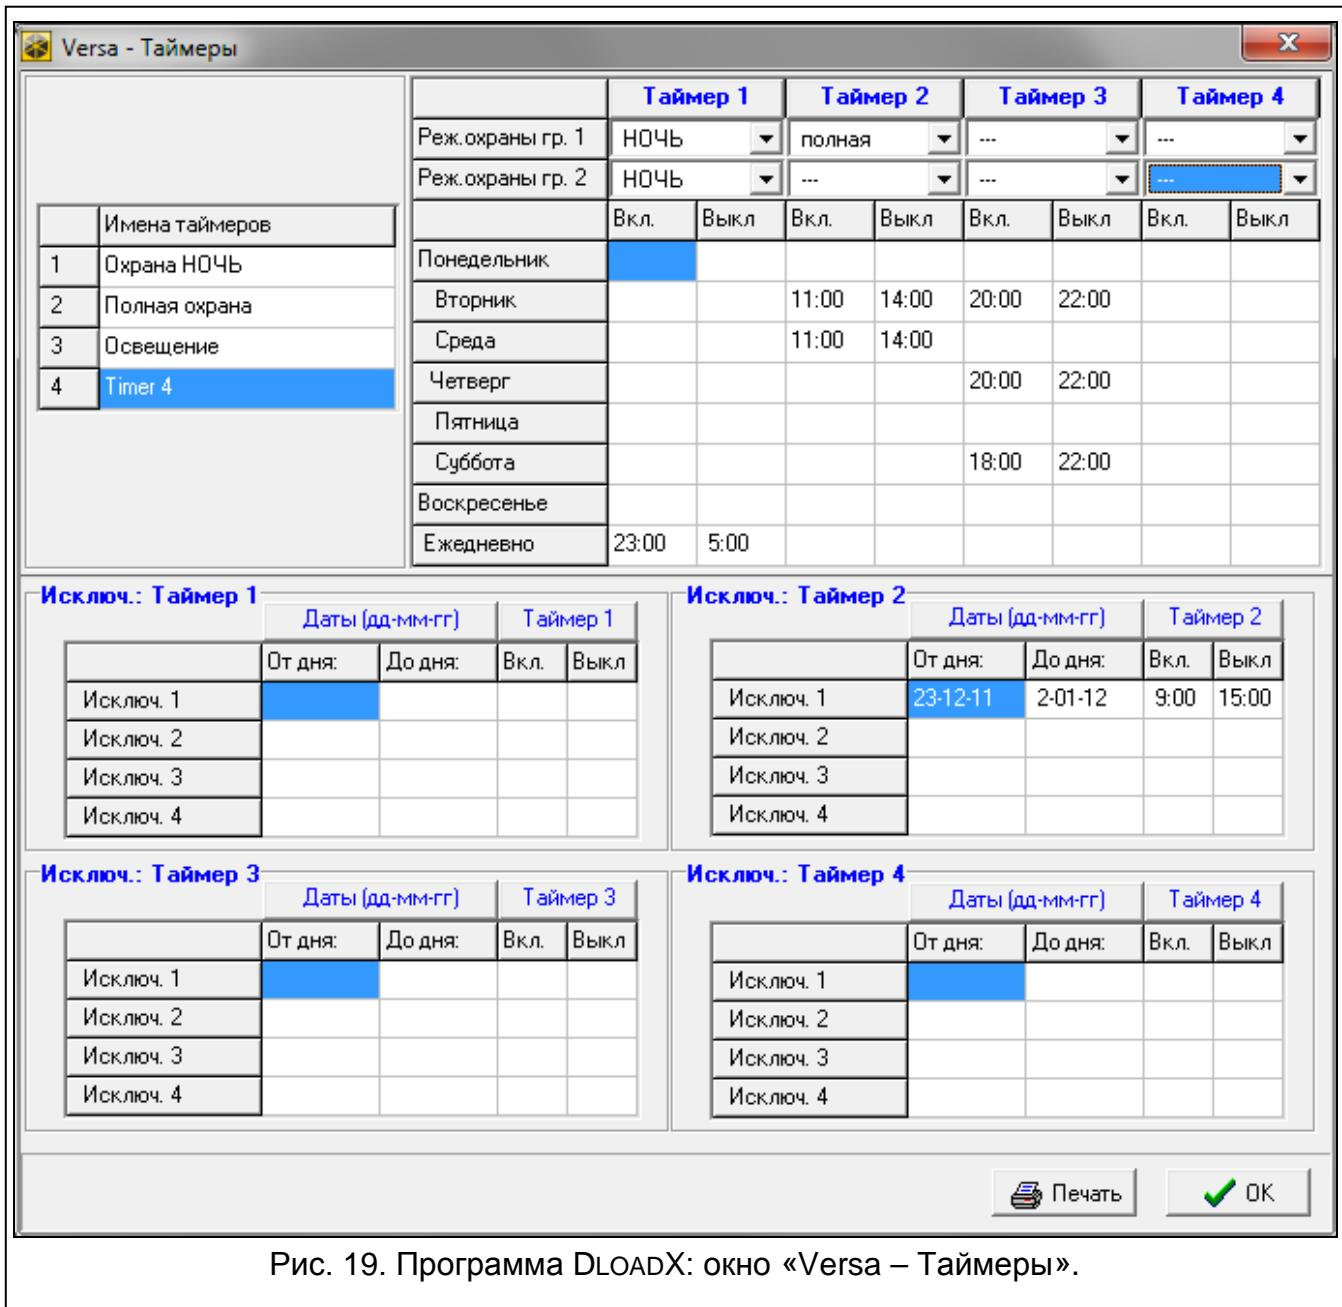

Рис. 19. Программа DLOADX: окно «Versa – Таймеры».
- программы DLOADX: окно «Versa – Таймеры» (рис. 19).